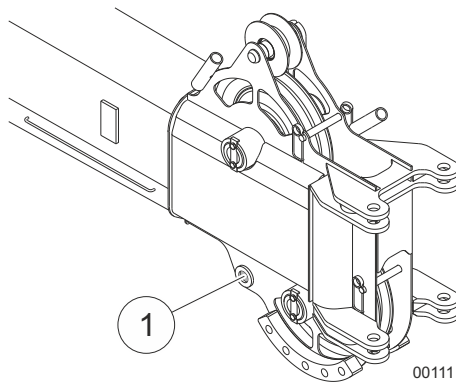

Fig. 158 Fixação de um cabo para puxar a lança volante
14 | Prenda um cabo ao olhal (1) na Fig. 158 na lança volante.